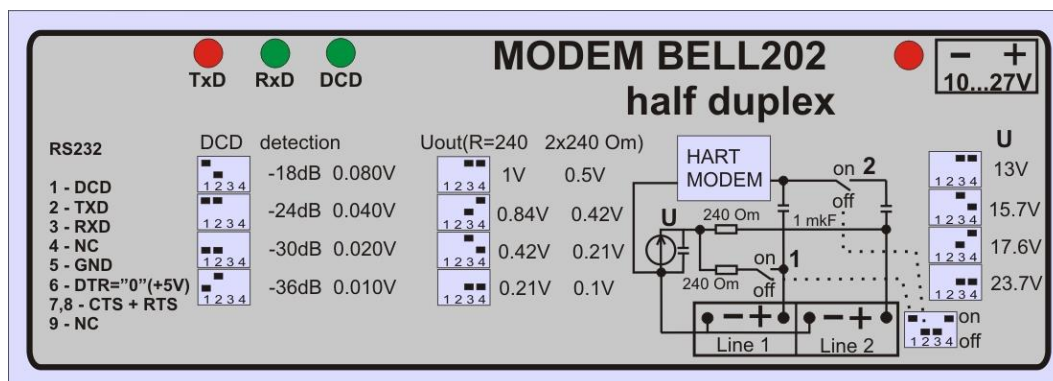

Рис. 2 –Етикетка на корпусі перетворювача RS232/BELL202
3.5 Зміна параметрів модему: рівень спрацьовування детектора вхідного сигналу (DCD), рівень вихідного сигналу модему (U_{out}) та напруги живлення лінії (U) здійснюється за допомогою DIP-перемикачів, см етикетку на рис.2.